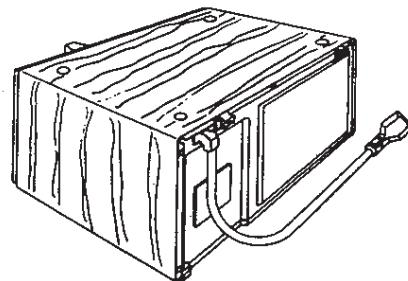

FIG. 14
- Seleccione los dos soportes traseros para el modelo que usted posee, y luego asegure la parte trasera del horno con los dos tornillos de la carcasa superior. Asegúrese de que la superficie superior plana de los soportes traseros esté nivelada con la superficie superior de la carcasa del horno. (Fig. 14)